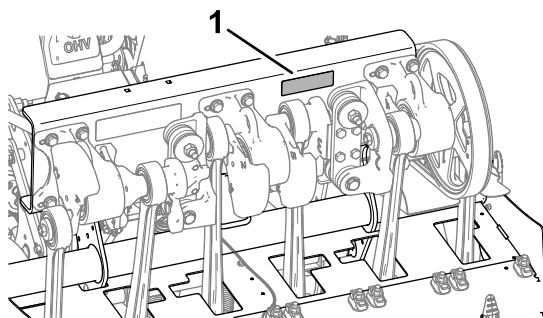

Figura 182
3. Verificate i dispositivi delle teste di carotaggio, i dispositivi di fissaggio della stegola della fresa e i dadi a staffa delle ruote per verificare che venga mantenuta la coppia corretta. I requisiti della coppia dei fermi sono elencati sull'adesivo relativo al serraggio dei bulloni, applicato al canale di supporto della testa di carotaggio (Figura 182).